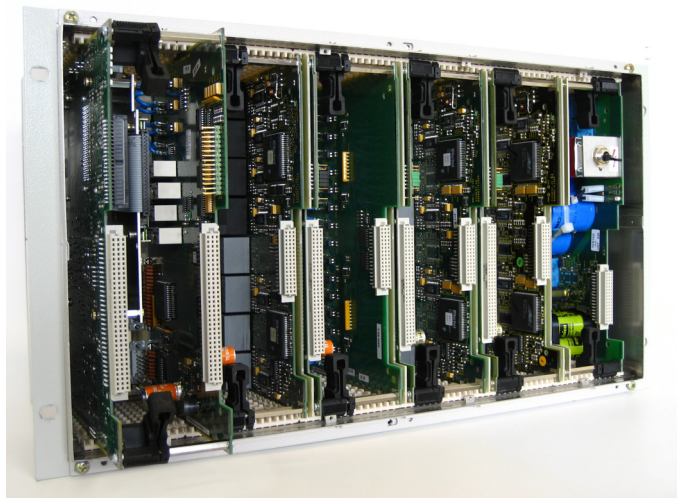

Bild 1-7 Herausziehen der CPU-Baugruppe
- Ziehen Sie die CPU-Baugruppe nach vorne heraus (siehe Bild 1-7).